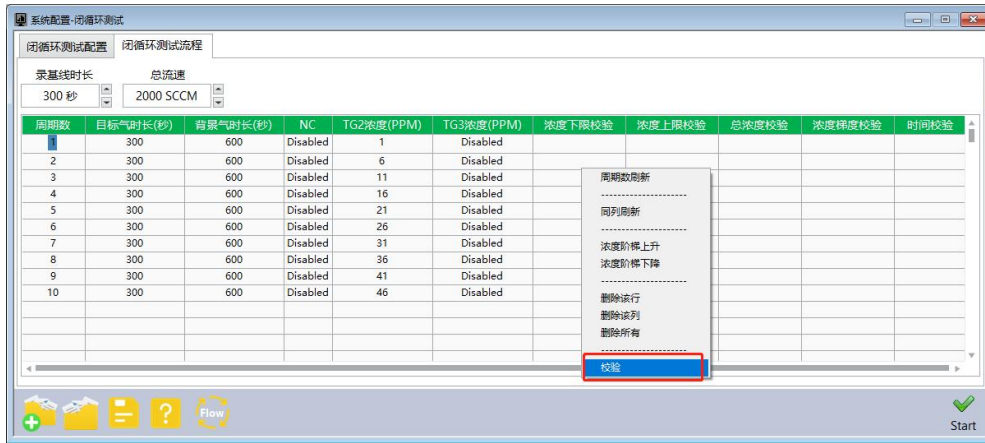
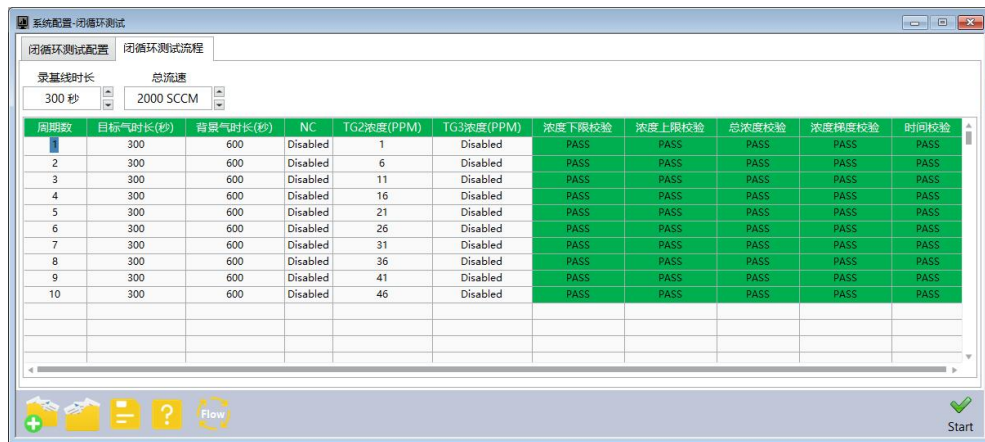
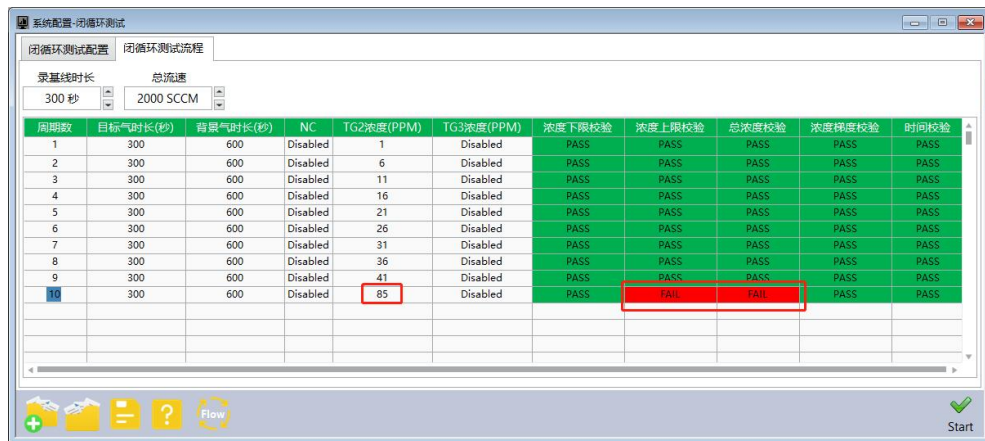

图 13
图 14
图 15
2.4.5 全部参数设置完毕后，右键单击表格，在弹出的选项卡中选择“校验”，若测试时长，以及目标气浓度设置满足帮助界面显示的浓度范围则校验通过，显示绿色“PASS”字符，如图 13、图 14 所示。若浓度范围不在帮助界面显示的浓度范围之内，则显示红色字符“FALL”，需要修改浓度设置，如图 15 所示。